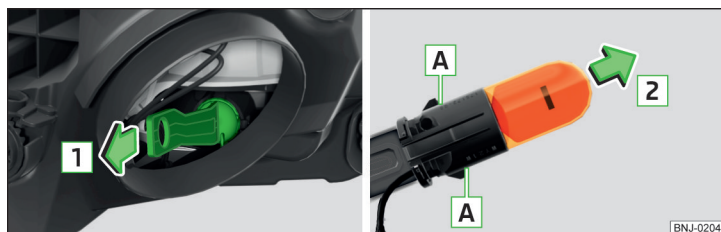

Рис. 214 Заміна лампи розжарювання показника повороту
- Витягніть, похитуючи, штекер з лампою накалювання в напрямку стрілки [1] » Рис. 214 .